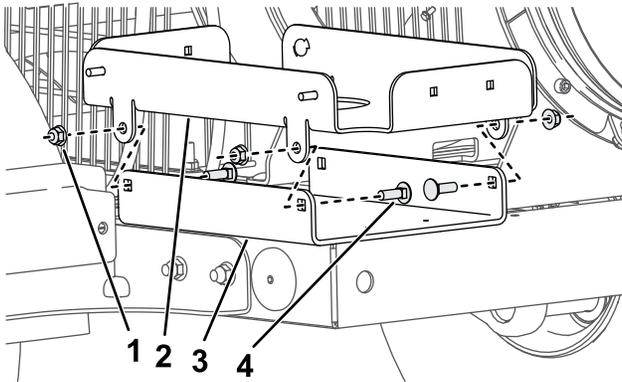

Bild 2
1. Entfernen Sie die vorhandene Kraftstofftankhalterung und installieren Sie die neue 38 Liter-Tankhalterung mit vier Schlossschrauben (5/16") und vier Bundmüttern (5/16") durch die Löcher im Kraftstofftankfach, wie in **Bild 2** dargestellt.